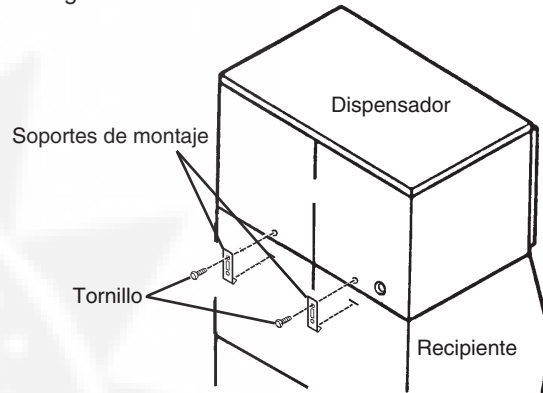

Fig. 2
- 4) Fije la máquina de hielo a la cuba de almacenamiento mediante los dos soportes de montaje y los dos pernos que se suministran. Ver Fig. 2.